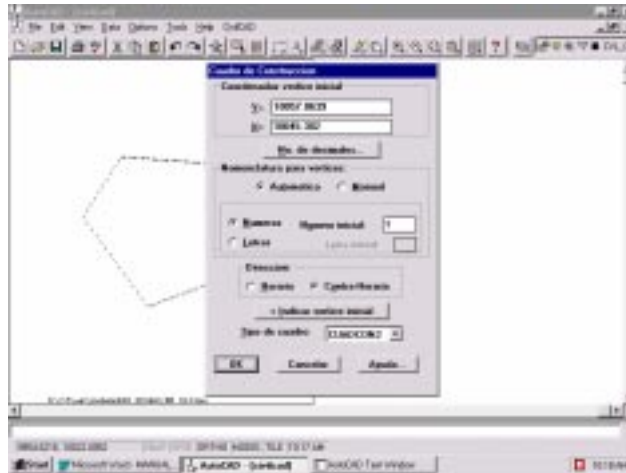

Fig. 5: Caja de diálogo para generar cuadro de construcción.
10. En la caja de diálogo indique nomenclatura manual para vértices y la dirección contrahoraria. Indique el vértice más hacia la izquierda como el vértice inicial. (ver fig. 5).